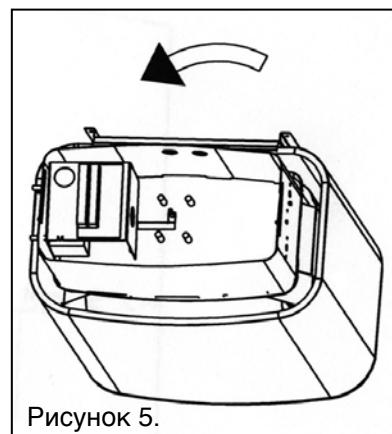

Рисунок 5.
- Нарешті, закріпіть на місці нижню панель з'єднувальної коробки і блок керування (рис. 5).